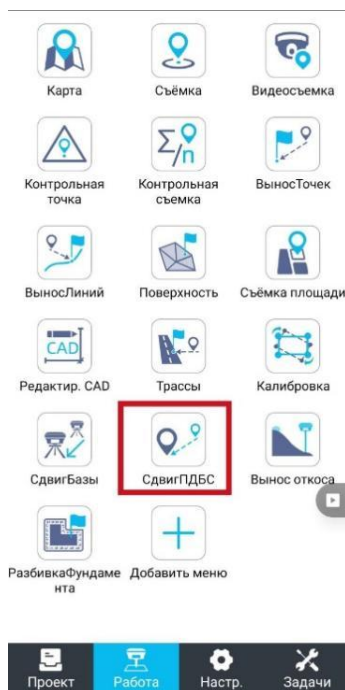

Рисунок 4.1.11
1. Для выполнения смещения съемки перейдите в меню **Работа** и выберите пункт **Сдвиг ПДБС** (Рисунок 4.1.11).